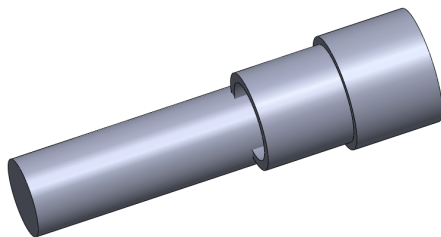

图 10-54 创建爆炸视图
(4) 依次单击【应用】和【确定】按钮, 即可创建爆炸视图, 效果如图 10-54 所示。